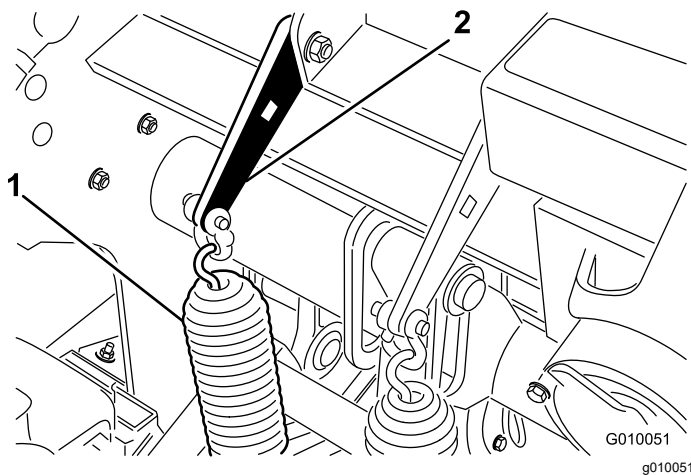

Figure 27
2. Desserrez les écrous des boulons de carrosserie qui fixent les supports des ressorts à la tête d'aération (Figure 27). Ne les retirez pas.